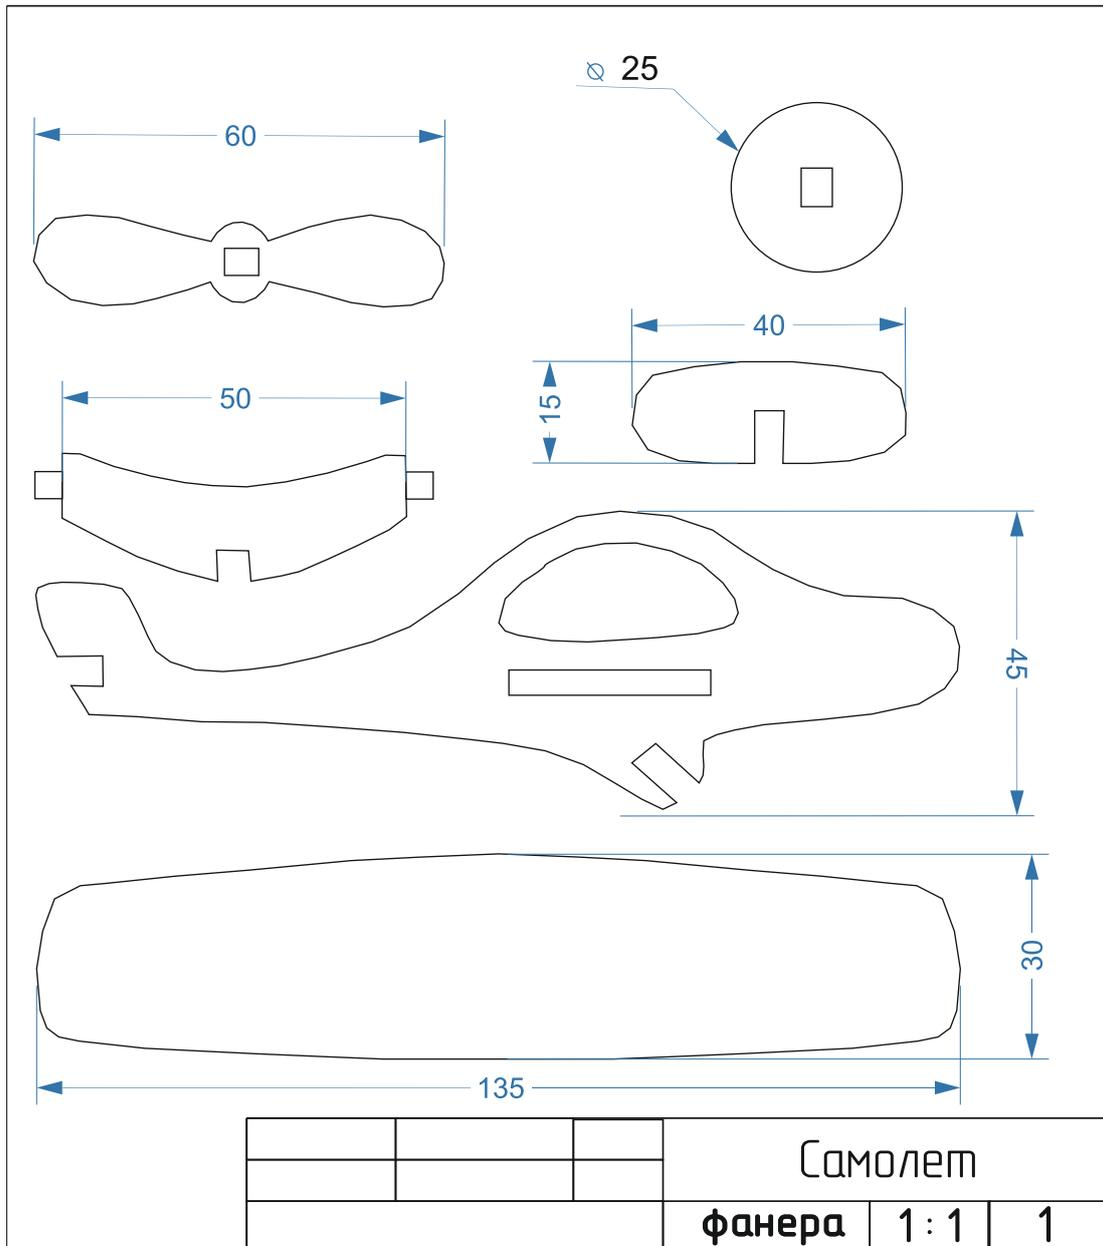

Рис. 1. Чертеж Самолет
2. По шаблону и чертежу изготовить «Самолет» (рис. 1).